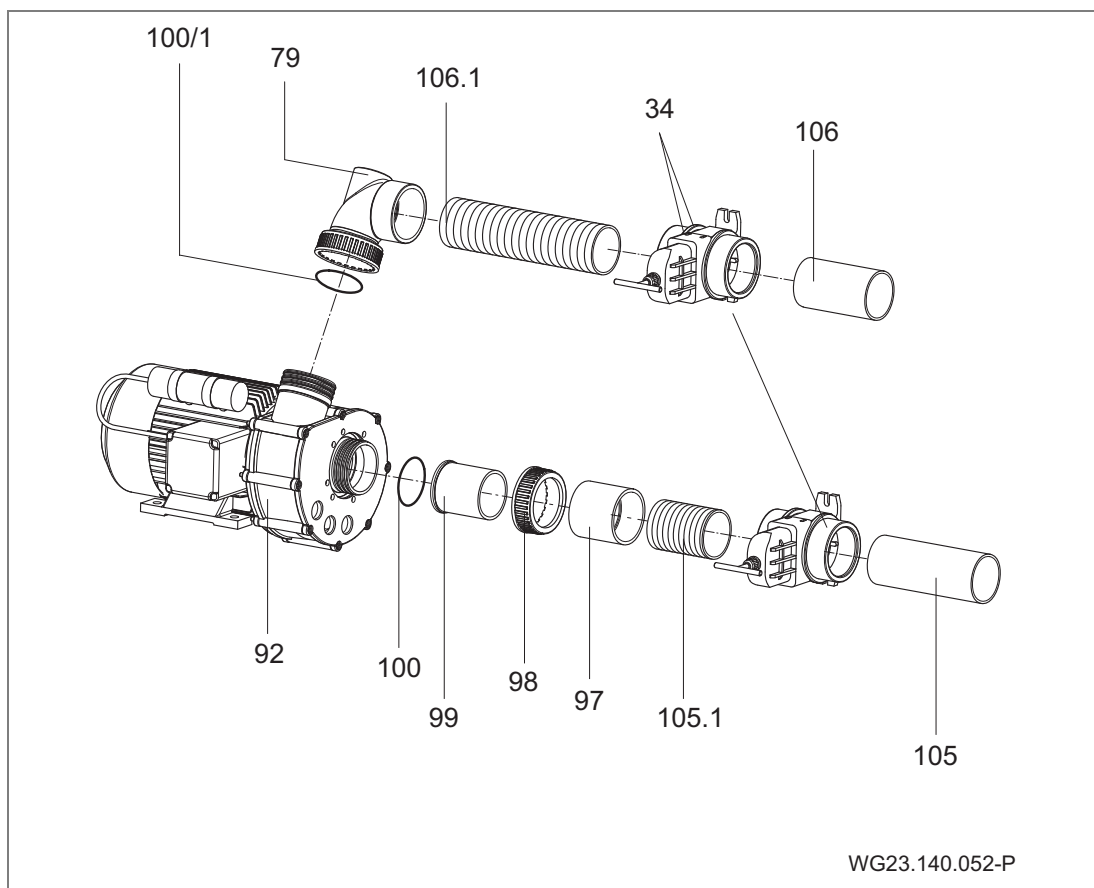

Fig. 20
13. Collegare e incollare la pompa Jet (92) dal lato di aspirazione al tubo flessibile di aspirazione (105.1), manicotto (97), raccordo (98, 99) e dal lato di mandata al tubo flessibile di mandata (106.1) e gomito ridotto speciale (79). (Fig. 20)